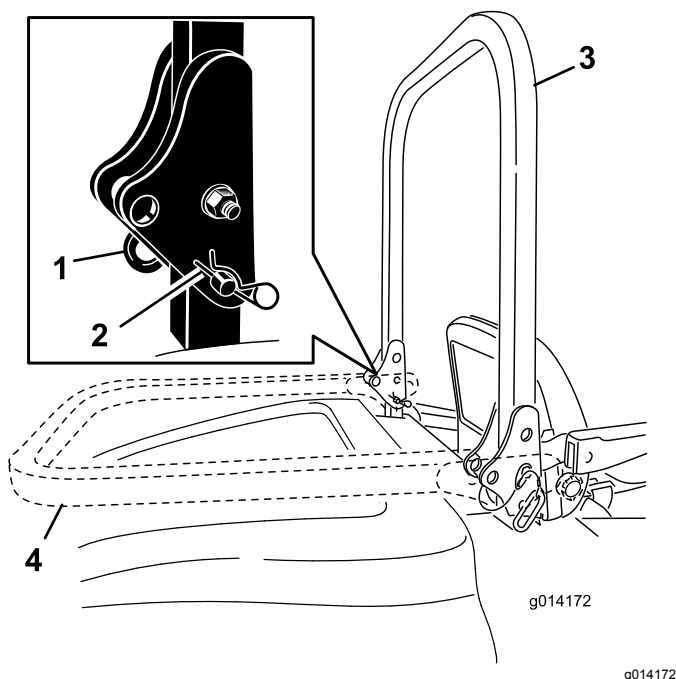

Рисунок 20
2. Извлеките 2 игольчатых шплинта и снимите 2 пальца (Рисунок 20).
1. Извлеките игольчатые шплинты, нажмите на защитную дугу вперед, преодолевая усилие пружин, и извлеките 2 пальца (Рисунок 20).
2. Опустите защитную дугу в нижнее положение (Рисунок 20).
3. Вставьте 2 пальца в поворотные пластины и закрепите пальцы 2 игольчатыми шплинтами (Рисунок 20).